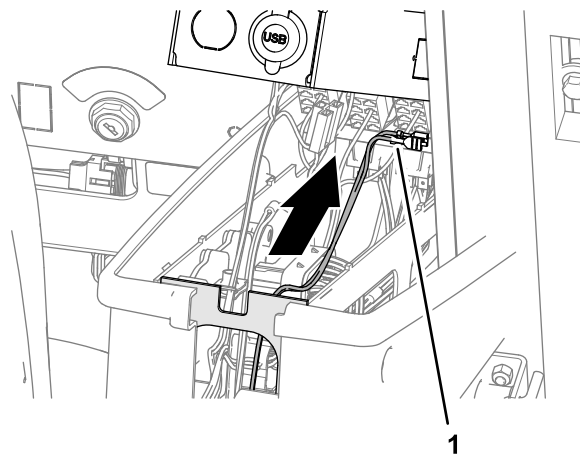

Bild 107
3. Verlegen Sie den Kabelbaumabzweig mit der Beschriftung REMOTE ENGAGE SWITCH) [Fernbetätigungsschalter] in Richtung Armauflage (Bild 107).